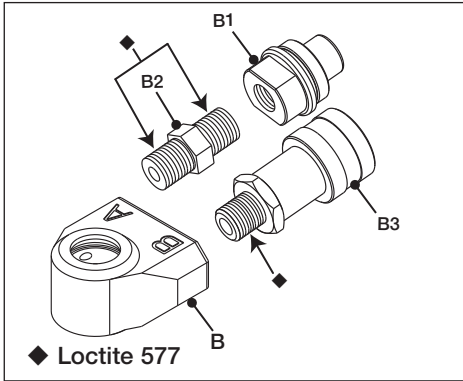

Рис. 17
- Нанесите на муфту В3 и переходник В2 герметик для резьбовых соединений Loctite 577. Места нанесения герметика отмечены значком (◆) на рис. 17.